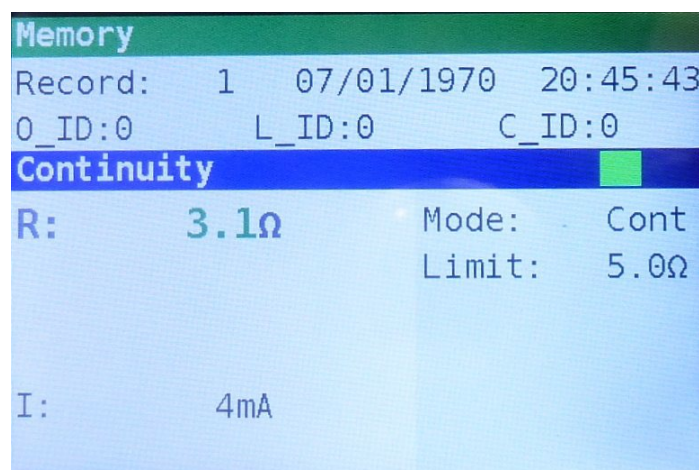

Abbildung 8.6: Gespeicherte Ergebnisse
Schritt 4 Um das Ergebnis der letzten Messung zu speichern, drücken Sie die Taste **TEST**. Es folgendes angezeigt (Abbildung 8.6).